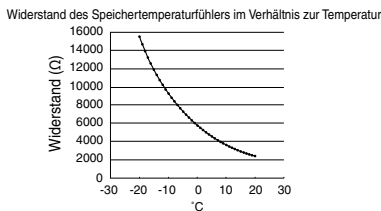

Abbildung 4.1: Kennlinie des Speichertemperaturfühlers
8. Der Temperaturfühler des Warmwasserspeichers muss ein Heißleiter sein. Abbildung 4.1 zeigt die Kennlinie des Fühlers. Das Kabel sollte ein (2 x min. 0,3 mm²) doppelt isoliertes (mit einem Isoliervermögen von min. 30 V) PVC- oder Polychloropren-ummanteltes Kabel sein.